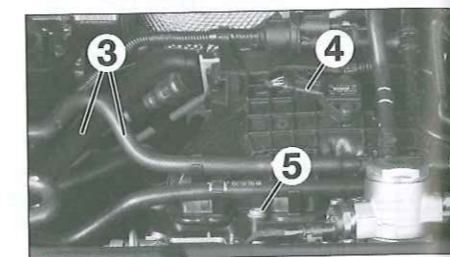

Fig. 36
- Desengrapar el manguito (3) y sacar los conectores (4) (Fig.36).
- Desmontar el conducto de alimentación de combustible (1) y desatornillar las fijaciones del colector de admisión (5).